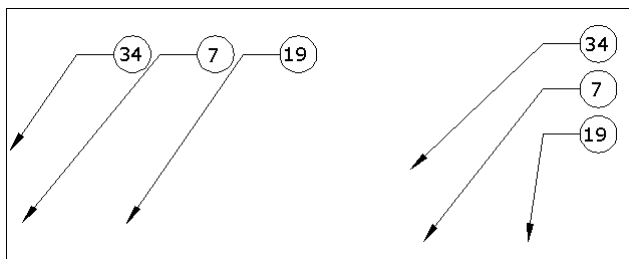

Рис. 4.102. Варианты выравнивания с шагом
- ◆ **задать Шаг** (specify Spacing) — задается новый шаг для размещения надписей мультивыносок по горизонтали или по вертикали (рис. 4.102);